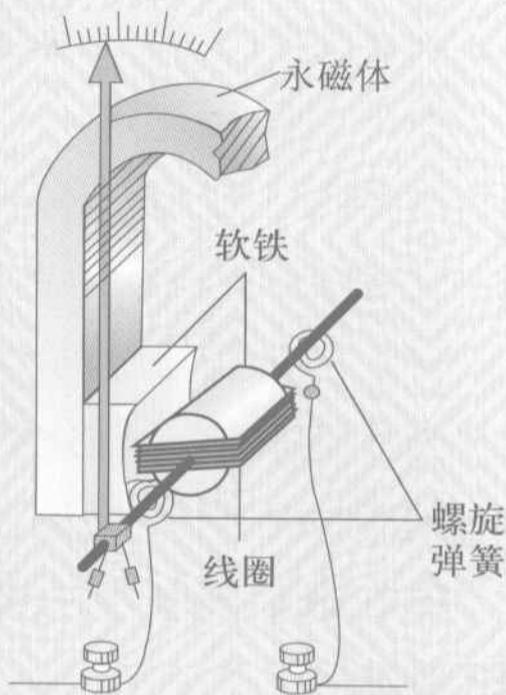

图1
- (1) 规格：常用的直流电流表有量程 $0\sim 0.6\text{ A}$ 和 $0\sim 3\text{ A}$ 两种，它们的内阻都很小，一般都在 $1\ \Omega$ 以下；常用的直流电压表有量程 $0\sim 3\text{ V}$ 和 $0\sim 15\text{ V}$ 两种，它们的内阻都很大，一般都在几千欧姆以上。
- (2) 原理：直流电压表和直流电流表都是灵敏电流计改装而成的。灵敏电流计是测量电路微弱电流的一种仪器，它的满刻度电流值约为几十毫安，内部结构如右图1所示。